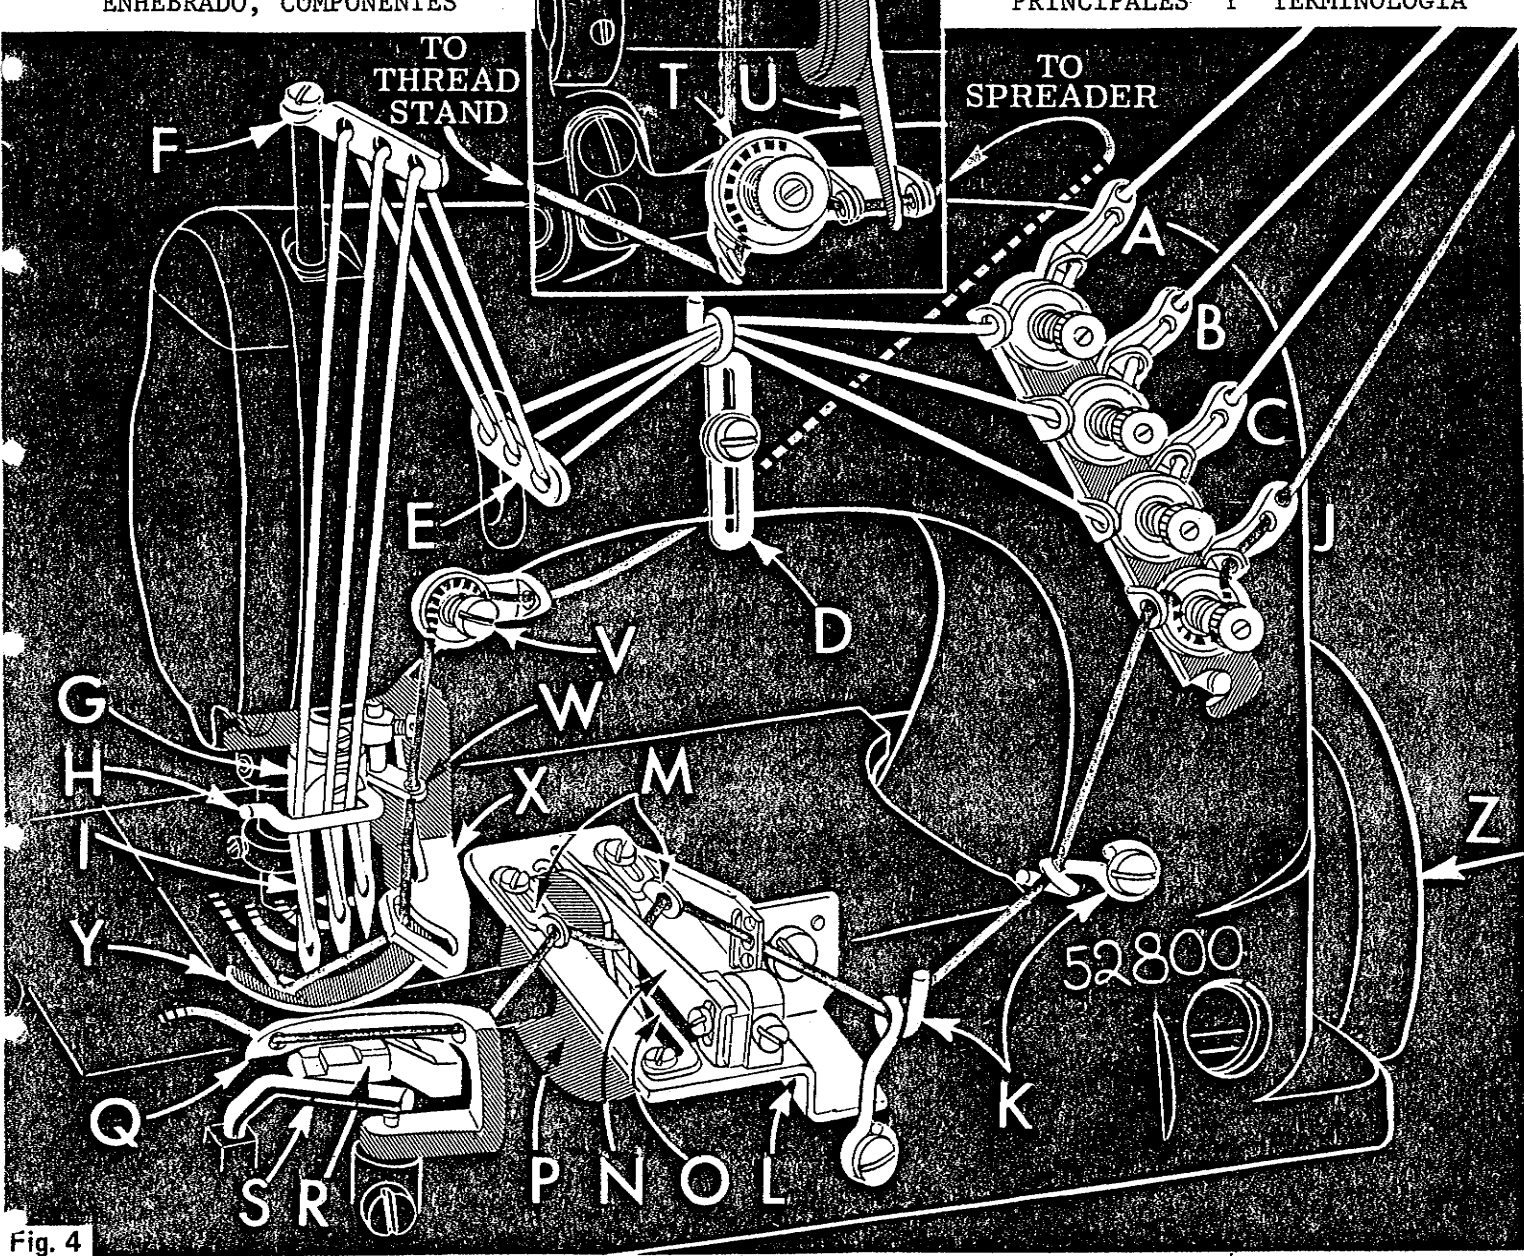

Fig. 4
Fig. 4 Este diagrama de enhebrado recalca las partes principales y su relación una con otra en la formación de la Puntada 605 en la máquina 52800. Las AGUJAS (I) están "Escalonadas" en el SOPORTE AGUJA (G) por los siguientes motivos:
- 1.--Para permitir que el LOOPER (Q) pase por los lazos de hilo a medida que va avanzando, siempre a la misma altura de las agujas en dirección ascendente.